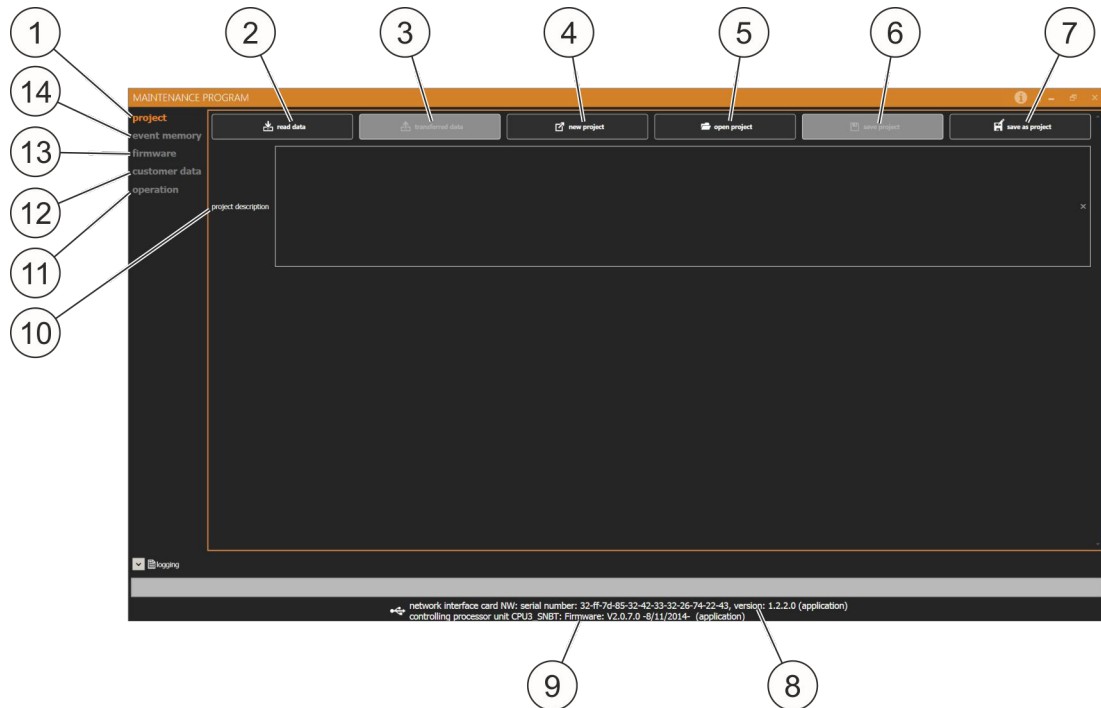

Fig. 74: Pagina iniziale del programma di manutenzione
- Progetto (Fig. 74/1) ↪ *Capitolo 9.3 “Progetto” a pag. 92*
- Lettura dati (Fig. 74/2) (profilato in grigio se non è collegato alcun sistema)
- Trasmissione dati (Fig. 74/3) (profilato in grigio se non è ancora stato letto alcun dato)
- Nuovo progetto (Fig. 74/4)
- Apri progetto (Fig. 74/5)
- Salva progetto (Fig. 74/6) (profilato in grigio se prima non è stato aperto alcun progetto)
- Salva progetto con nome (Fig. 74/7)
- Memoria eventi (Fig. 74/14) ↪ *Capitolo 9.4 “Memoria eventi” a pag. 93*
- Firmware (Fig. 74/13) ↪ *Capitolo 9.5 “Firmware” a pag. 93*
- Dati utilizzatore (Fig. 74/12) ↪ *Capitolo 9.6 “Dati dell'utilizzatore” a pag. 93*
- Uso (Fig. 74/11) ↪ *Capitolo 9.7 “Uso” a pag. 95*
- Numero di serie della scheda di rete, numero versione della scheda di rete (Fig. 74/8)
- Versione firmware (Fig. 74/9)
- In Descrizione progetto (Fig. 74/10) è possibile descrivere il progetto. Questa descrizione viene salvata nel **PC** con il progetto in "Salva progetto con nome" o in "Salva progetto" con i dati. La descrizione del progetto non viene né trasmessa al sistema (DET-AC III Master) né salvata nel sistema. Dopo la lettura dei dati di un sistema, la descrizione del progetto non è disponibile.